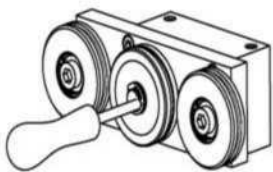
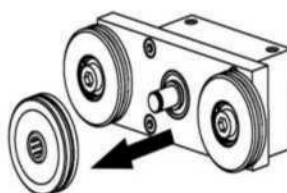
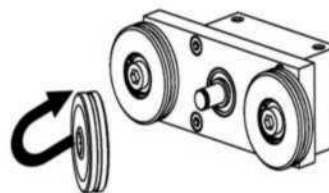

Fig.3
Fig.4
Fig.5
1. *Cambiando de posición la polea central de transmisión.* Desmontar la anilla de seguridad (Fig.3), sacar el polea (Fig.4) y volver a colocarlo en el sentido opuesto (Fig.5). Volver a colocar la anilla de seguridad.